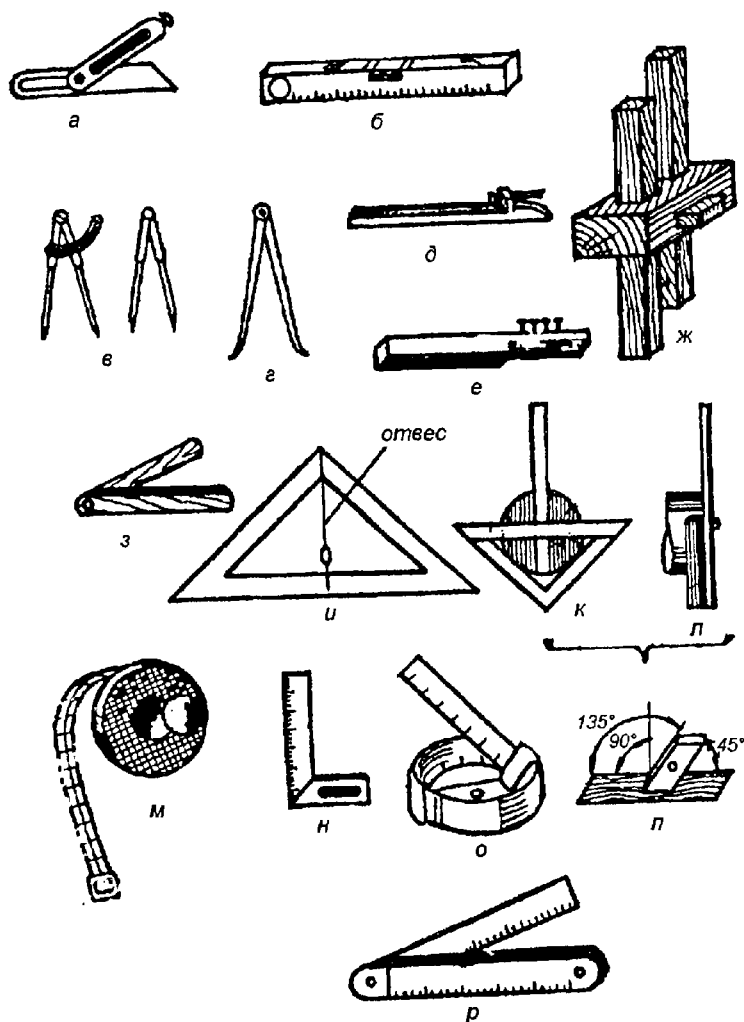

Рис. 145. Инструменты для разметки
Назначение разметки — дать расчетные конту- ры и получить из имеющейся заготовки деталь тре- буемых размеров и качества с минимальным коли- чеством отходов. С помощью разметочных инстру- ментов обозначают точки, линии, изгибы для выреза- ния, сверления, долбления, строгания с учетом поро- ды дерева и требуемых припусков на дальнейшую обработку. Для разметки и проверки точности обра- ботки заготовки используются инструменты, изобра- женные на рис. 145.
Малка (рис. 145 а,з) представляет собой колод- ку и линейку, которые соединены шарнирно между собой. Назначение малки — измерение угла по об- разцу и перенесение его на заготовку.
Уровень (рис. 145 б) представляет собой корпус, в который вставлена ампула (запаянная трубочка) с подкрашенным спиртом. В спирте имеется пузырек воздуха, который в силу физических законов всегда стремится занять верхнее положение. Предназначен для проверки как горизонтального, так и вертикаль- ного расположения строительных конструкций. Уро- вень должен быть обязательно отрегулирован таким
Циркуль (рис. 145 в) предназначен для переноса размеров с чертежа или шаблона на заготовки, а также для очерчивания круговых разметок требуемых величин.
Нутромер (рис. 145 г) в принципе предназначен для тех же целей, что и циркуль, но используется только для внутренних замеров.
Отволока (рис. 145 д) конструктивно представляет собой брусок (обычно деревянный) длиной 400 мм и шириной 50 мм. Один конец бруска имеет небольшой скос и на расстоянии одной трети от края — выступ, в котором имеется острый штырь (гвоздь). Отволока служит для нанесения обозначений на край доски. Обозначение (линии) наносится острием штыря или гвоздя.
Скоба (рис. 145 е) выполняется из деревянного бруска в котором имеется выборка, на расстоянии $1/3$ от края выбрана четверть. Предназначена скоба для разметки при ручной зарезке шипов и проушин. Линии наносятся острыми концами гвоздей, которые забиваются в выбранную четверть с определенным шагом.
Рейсмус (рис. 145 ж) конструктивно выполнен из деревянной колодки, в которую через два отверстия вставлены два бруска, на конце которых с одной стороны имеется острие шпильки для нанесения рисок. Предназначен рейсмус для нанесения рисок, которые идут параллельно одной из сторон заготовки. При этом конец бруска выпускается за колодку, устанавливается необходимое расстояние от кромки бруска до намечаемой линии разметки и шпилькой наносятся риски.
Уровень с отвесом (рис. 145 и) выполнен в виде равнобедренного треугольника, к вершине которого прикреплен отвес. Назначение уровня с отвесом —
Угольник-центроискатель (рис. 145 к) представляет собой угольник (4), к которому прикреплена линейка (2). В своей верхней части угольник скреплен планкой (3). Установка линейки (2) происходит таким образом, чтобы она была в середине скрепляющей планки (3) и делила прямой угол угольника пополам. Заготовку цилиндрической формы, у которой надо найти центр, кладут на угольник и с помощью линейки (2) проводят две пересекающиеся линии, которые одновременно будут являться диаметрами цилиндрической заготовки. Точка пересечения этих линий и будет центром цилиндрической заготовки.
Рулетка (рис. 145 м) предназначена для линейных измерений и для грубой разметки длинных заготовок. Представляет собой круглый пластмассовый или металлический футляр, в котором свернута измерительная лента длиной от 1 до 10 м.
Угольник (рис. 145 н) представляет собой основание, в которое под прямым углом вмонтирована линейка с делениями. Назначение угольника — проверка и установка прямоугольности строительных заготовок.
Метр-рулетка (рис. 145 о) — назначение то же, что и у рулетки, но позволяет проводить более точные измерения заготовок небольшой длины — до 2 м.
Ерунок (рис. 145 п) дает возможность быстрого измерения и разметки углов величиной 135° и 45° . Конструктивно выполнен из колодки, в которую вставляется металлическая или деревянная линейка под углом 45° .
Складной метр (рис. 145 р) служит для измерения заготовок и готовых изделий небольшой длины. Представляет собой линейки, соединенные на шарнирах.